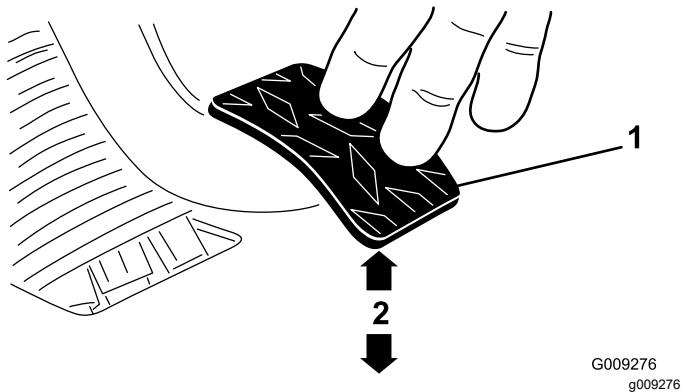

Figure 58
3. Ajustez les écrous de blocage ou la rotule jusqu'à ce que le bord arrière de la pédale d'embrayage soit de 9,2 à 9,8 cm (3 $\frac{5}{8}$ à 3 $\frac{7}{8}$ po) du haut du plancher quadrillé quand vous appliquez une force de 1,8 kg (4 lb) sur la pédale (Figure 58).